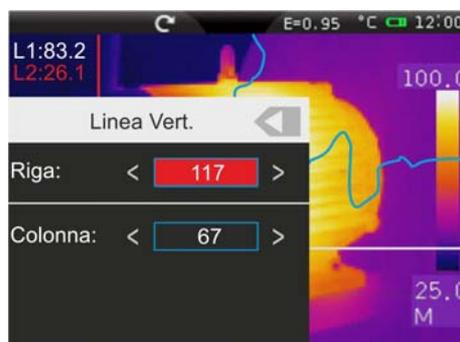

Fig. 27: Impostazione posizione cursore della Linea
2. Toccare l'icona "🌈" per impostare il valore esatto in pixel del posizionamento del cursore della Linea a display (vedere Fig. 27)